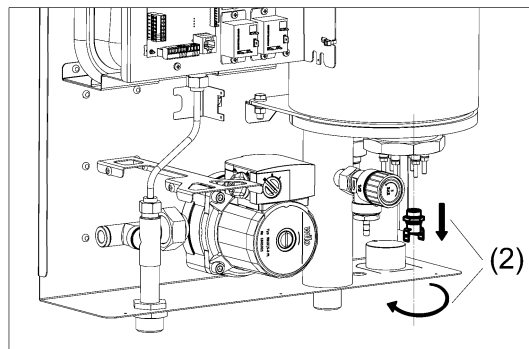

Рисунок 13. Замена реле минимального давления
- (1) Отсоедините наконечники жгута управления от реле.
- (2) Выверните реле (см. рис. 13) из теплообменника.
- (3) Вверните новое реле в теплообменник, при уплотнении резьбы используйте специальный резьбовой герметик.
- (4) Подсоедините наконечники жгута управления.
- (5) Проверьте герметичность установки реле.
- (6) Проверьте надёжность контактов электрического соединения.